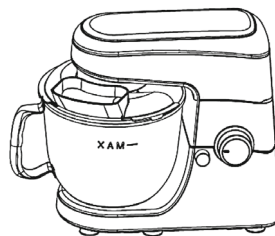

Fig. 1
- Collocare la ciotola in posizione. Sistemarla innanzitutto sulla base, quindi girarla in senso orario fino a incastrarla (vedi fig. 1).
- Verificare che il coperchio della ciotola sia correttamente in posizione (vedi fig. 1).